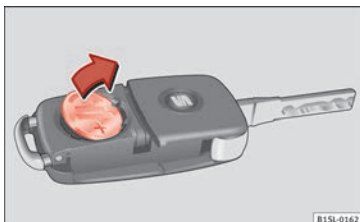

Fig. 100 Llave del vehículo: retirar la pila.
- Extraiga la pila del compartimento con un objeto fino adecuado » **fig. 100.**
- Coloque la nueva pila en el compartimento, presionándola tal como se muestra » **fig. 100**, en sentido contrario a la flecha » **!**.